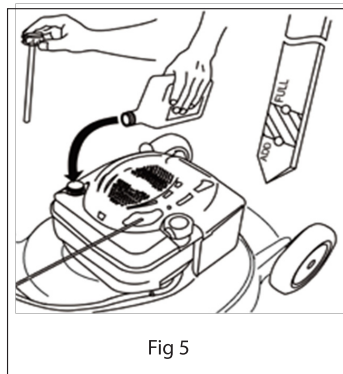

Fig 5
- Dévissez le bouchon d'huile et retirez la jauge. Fig 5